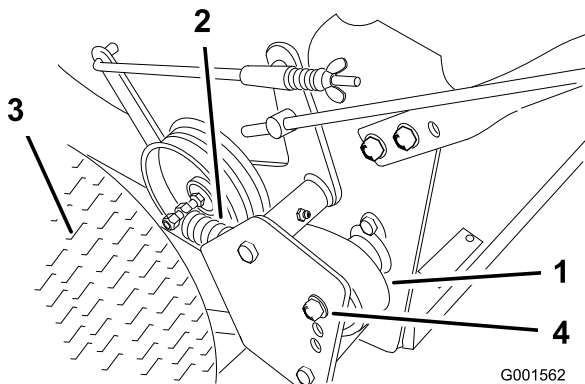

Figure 31
1. Enlevez la goupille fendue qui fixe la tige de frein au bras de frein pour détendre la poulie de tension de la courroie (Figure 31).
2. Enlevez les boulons inférieurs et desserrez les boulons supérieurs du déflecteur pour le faire pivoter et accéder à la courroie (Figure 31).
3. Soulevez la courroie et faites-la passer au-delà de la poulie de tension pour l'enlever de la poulie d'entraînement (Figure 31).
6. Fixez le déflecteur avec les boulons retirés précédemment, serrés au couple correct (Figure 31).
7. Fixez la tige de frein au bras de frein avec la goupille fendue (Figure 31).